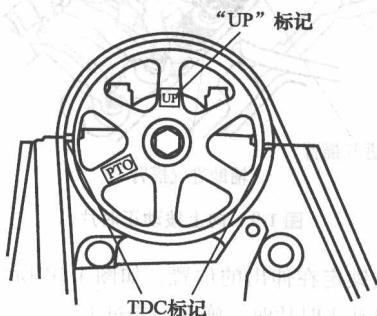

图1-11 第一缸活塞压缩行程上止点位置
① 拆下气门室盖。
② 将第一缸活塞转至上止点（TDC）位置，即凸轮轴带轮上的“UP”标记应在顶部，带轮上的上止点凹槽与气缸盖平面对齐的位置，如图1-11所示。